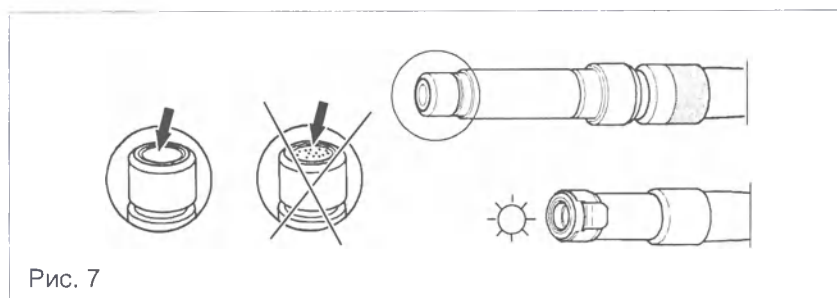

Рис. 7
- ◆ Поломанные волокна видны в виде черных точек. Если доля поломанных волокон достигает ок. 30%, светоотдача становится недостаточной (Рис. 7).